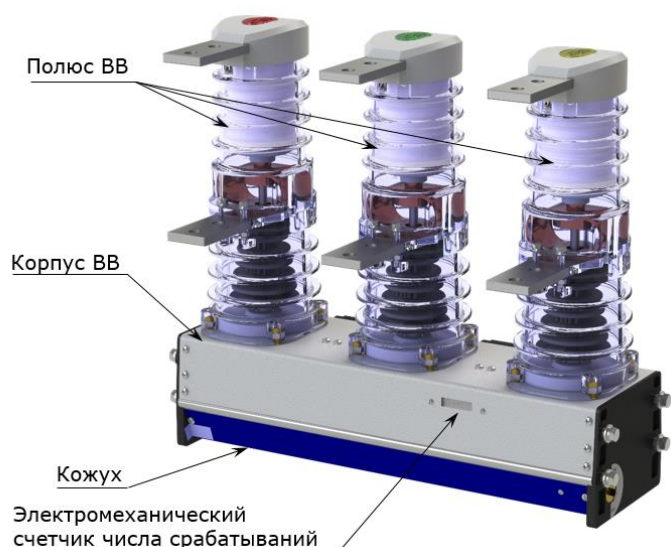

Рисунок 2 – Основные компоненты ВВ исполнений ВВ 1ХХ – 6ХХ с полюсами базовыми (двухсоставными)
1.4.2 ВВ состоит из трех полюсов базовых (двухсоставных) или уменьшенных (односоставных), жестко закрепленных на верхней части корпуса (см. рис. 2, 3). Каждый